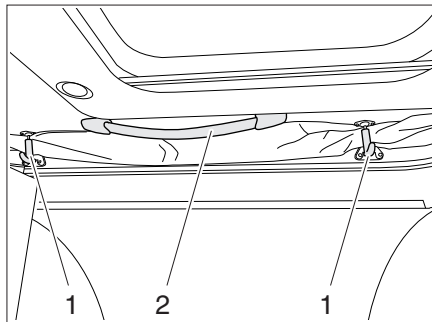

Fig. 52 Toit télescopique
- Desserrer les sécurités (Fig. 52,1) d'une légère traction.
- Pousser le toit télescopique vers le haut à l'aide des poignées (Fig. 52,2).
- Tirer le toit télescopique vers le bas à l'aide des poignées (Fig. 52,2).
- Tirer les sécurités (Fig. 52,1) légèrement vers le bas et les raccrocher.